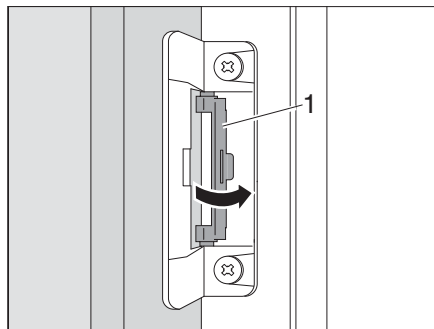

Fig. 281 Girar el bloqueo de vuelta a la posición inicial
- Girar el bloqueo (Fig. 281,1) de vuelta a la posición inicial.